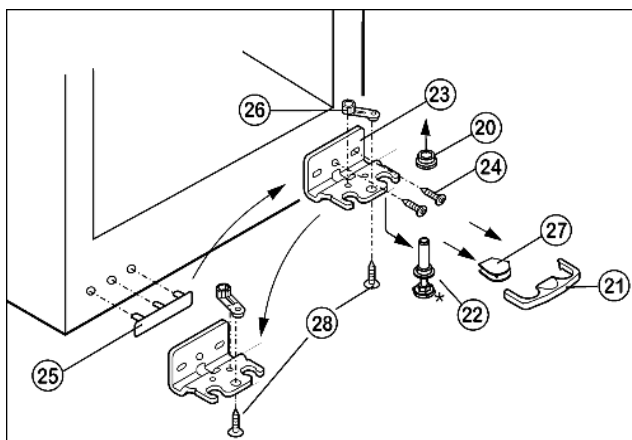

Fig. 5
- ▶ Предохранитель Fig. 5 (21) снимите движением вперед.
- ▶ Снимите крышку Fig. 5 (27).*
- ▶ Вытяните опорный палец Fig. 5 (22) вниз и вперед. При этом следите за гнездом шарнира Fig. 5 (20).
- ▶ Открутите опорный кронштейн Fig. 5 (23) (2 шт. Torx 25) Fig. 5 (24).
- ▶ Открутите опорную деталь Fig. 5 (26) (1 Torx 25) Fig. 5 (28) и, переставив в отверстие на противоположной стороне опорного кронштейна, снова прикрутите.
- ▶ Осторожно приподнимите и переставьте крышку Fig. 5 (25) со стороны ручки.
- ▶ Снова прикрутите опорный кронштейн Fig. 5 (23) на новой стороне шарнира, при необходимости с помощью аккумуляторного шуруповерта через внешний продольный паз и круглое отверстие.
- ▶ Установите крышку Fig. 5 (27) на противоположной стороне.*
- ▶ Предохранитель (21) нужно зафиксировать сбоку на кронштейне, чтобы опорный палец и двери были защищены от выпадения.
- ▶ Снова защелкните предохранитель (21) на опорном кронштейне.
- ▶ Наденьте гнездо шарнира Fig. 5 (20).
- ▶ Установите дверцу сверху на нижний опорный палец Fig. 5 (22).
- ▶ Переставьте средний винт на нижнем опорном кронштейне *Fig. 5 (23)* в свободный продольный паз.
- ▶ При необходимости выровняйте дверцы через два продольных паза в нижнем опорном кронштейне *Fig. 5 (23)* параллельно корпусу устройства.